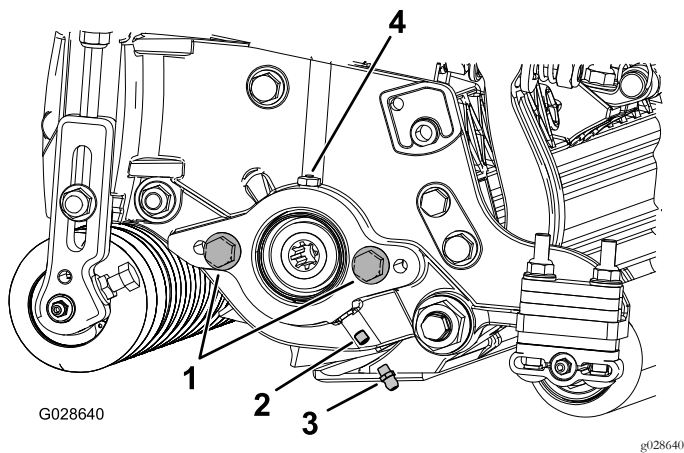

Figura 6
1. Togliete ed eliminate la vite di fermo sulla piastra laterale del motore dei cilindri (Figura 6).
2. Montate il raccordo d'ingrassaggio dritto (Figura 6).
3. Se non sono presenti viti a testa cilindrica sulla piastra laterale del motore dei cilindri, montateli (Figura 6).
5. Montate il motore dei cilindri e ingrassate la piastra laterale fino a quando il grasso in eccesso non fuoriesce dallo spurgo del grasso (Figura 6).